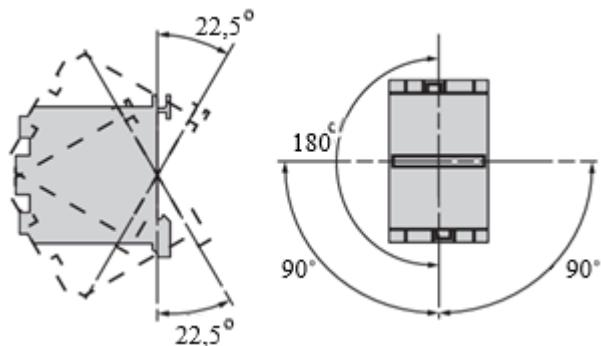

Рисунок 5. Рабочее положение контактора
2.1.3 Рабочее положение без ухудшения номинальных характеристик - вертикальная плоскость с отклонением относительно плоскости крепления в обе стороны до 22,5° и относительно центральной точки контактора вдоль плоскости крепления до 180° (Рисунок 5).